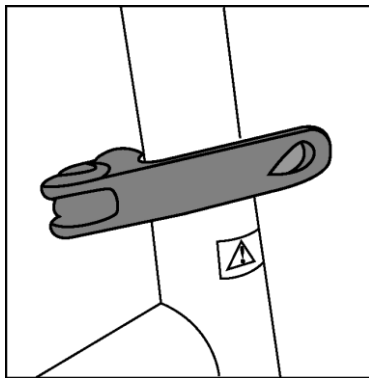

Abbildung 1: SATTELKLAMMER
- **SATTELKLAMMER: Siehe Abbildung 1.** Mit diesen Klammern können Sie den Sattel auf die richtige Höhe einstellen. Stellen Sie sicher, dass diese Klemmen fest angezogen sind andere Funktionen